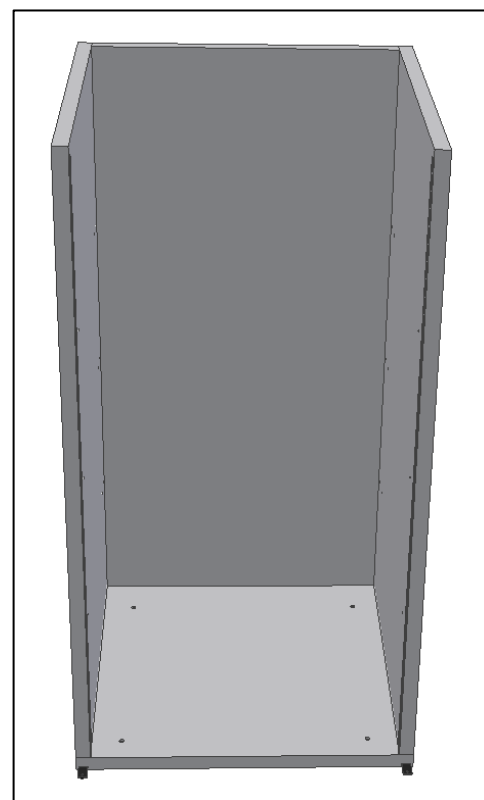

Fig. 5
- Encaixar **painel lateral direito** sobre o painel do fundo e apertar apenas ao fundo (Fig.5).